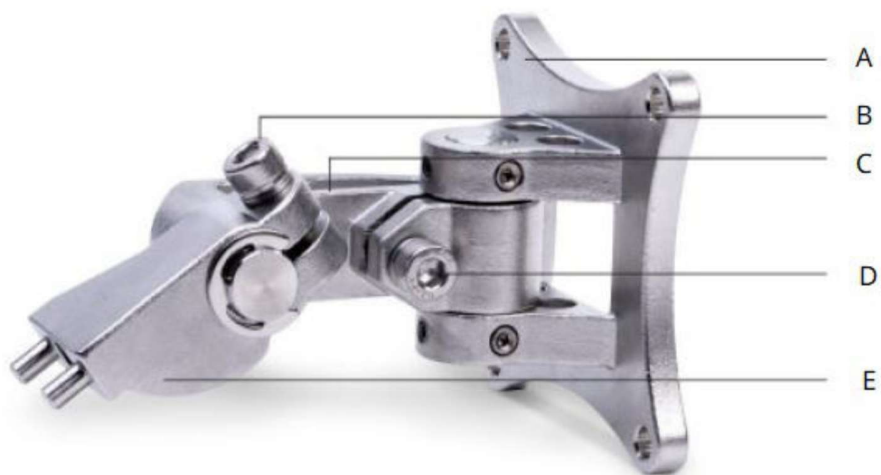

図3-3: 可動式取付台
1. 背面蓋を開き端子室を露出させ表3-2にしたがって端子を接続してください。(端子の詳細は、図3-3のように端子蓋の内側にも記載されています。)